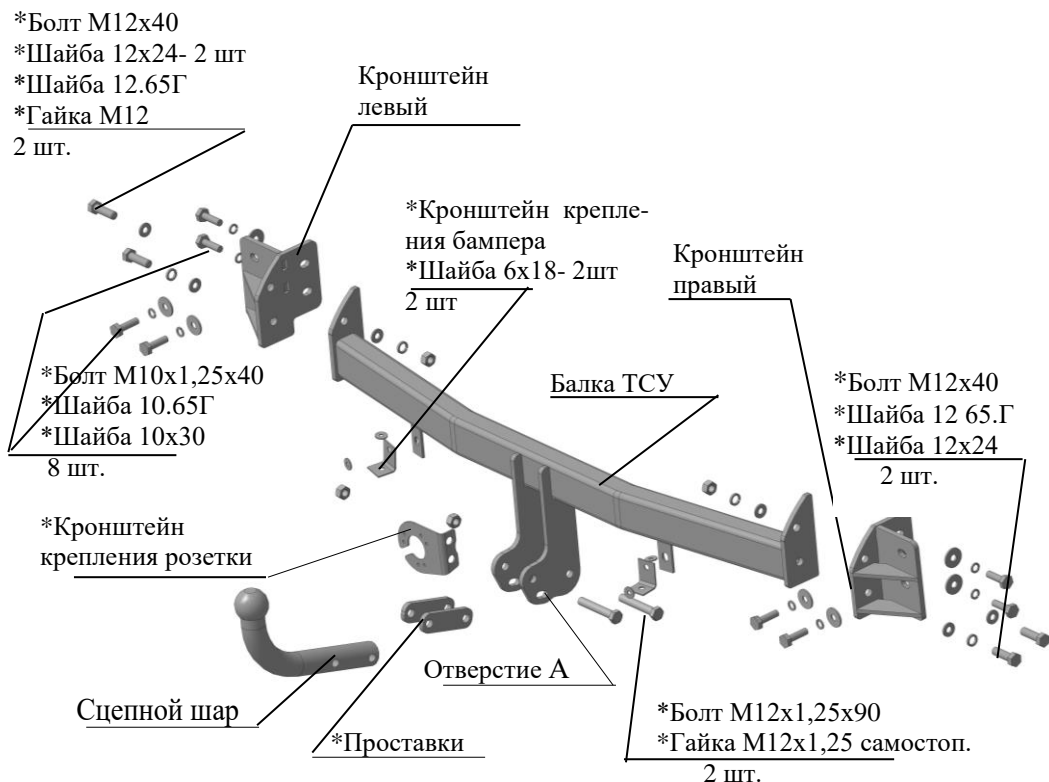

Рис.1 Тягово-сцепное устройство ТСУ 7321.
| 2.1 ТСУ 7880 в сборе (рис.1)                           | 1 шт.   |
| 2.2 Пакет с комплектующими (см. рис.1)+защитный колпак | 1+1 шт. |
- 4.3 Установить боковые кронштейны ТСУ (левый и правый соответственно рис.1) к лонжеронам а/м, закрепить болтами М10х1,25х40 и крепежом соответственно рис.1. Крепеж не затягивать.
- 4.4 Установить балку ТСУ к боковым кронштейнам, закрепив болтами М12х40 и крепежом соответственно рис.1. Крепеж не затягивать..